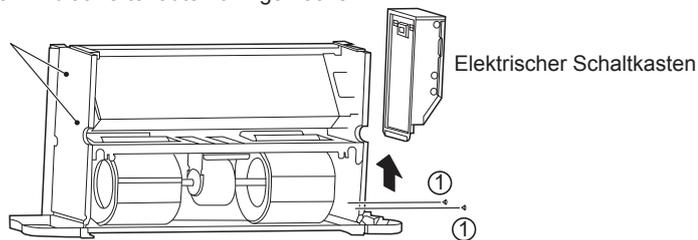

Abb. 5-19 Demontage des elektrischen Schaltkastens und Blockierung der rautenförmigen Löcher
Entfernen Sie die Schrauben, wie in Abbildung 5-19 gezeigt wird. Um die Stromverteiler zu entfernen. ①*2 Ziehen Sie die Schrauben des Wärmetauschers an.
Schauen Sie sich die Abb. 5-19, blockieren Sie die rautenförmigen Löcher in der Seitenplatte (die Platte ohne Ein- und Auslassrohre) mit einem Schwamm.